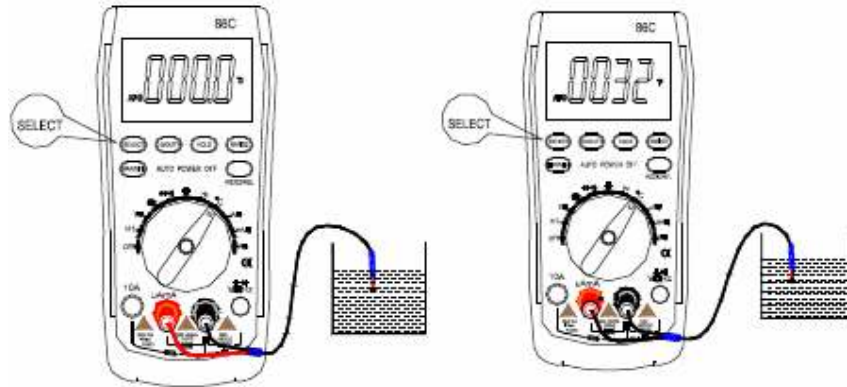

図 17-1
- 1: レンジ切り替えスイッチを温度測定モード $\square^{\circ}\text{C}$ に合わせてください (図 17-1)。